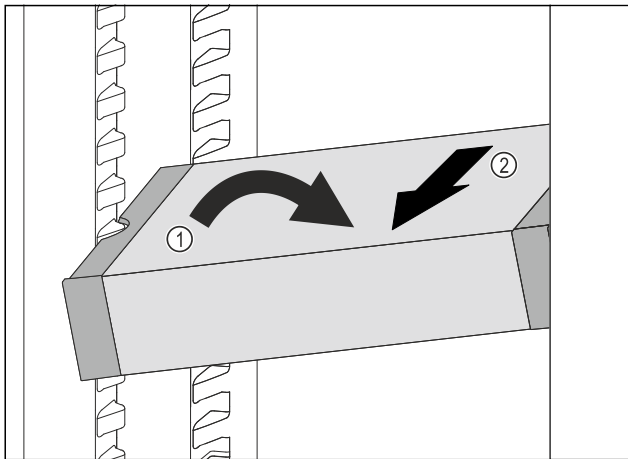

Fig. 117
- ▶ 在冷藏区中倾斜 VarioSafe。 Fig. 117 (1)
- ▶ 向前取出 VarioSafe。 Fig. 117 (2)